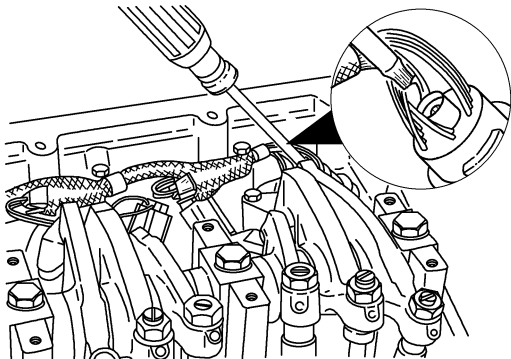

图 5-7 拆下 12 针插头锁紧螺栓
② 使用 Torx® 专用螺钉旋具拆下将 Metri-Pack12 针插头固定在一起的锁紧螺栓，如图 5-7 所示。